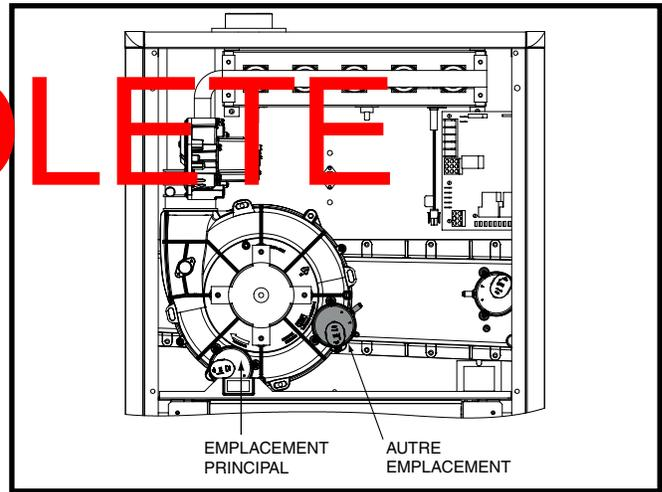

Figure 17. Autre emplacement du pressostat
2. Étiqueter et débrancher les tubes et les fils du pressostat (Figure 17 \(page 17\)).